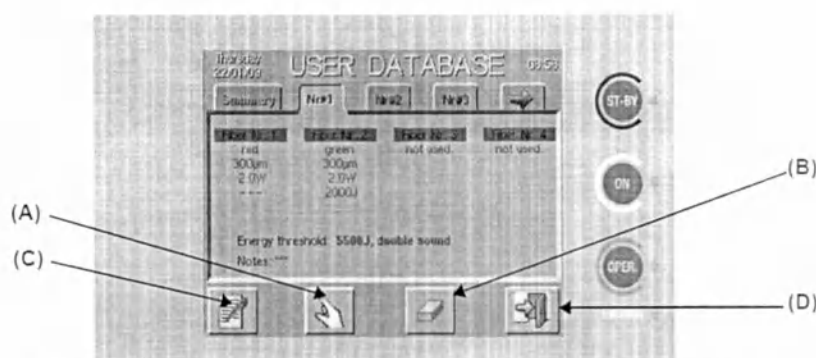

Рис. 22 – «USER DATABASE»: пример программы
Для вызова действующей программы нажмите на область, указанную (A) на Рис. 22: система откроет меню пользователя с параметрами, вызванными из выбранной программы.
Область, указанная **(В)** на Рис.22, позволяет удалить программу: в данном случае система запросит подтверждение действия.
Область, указанная **(D)** на Рис.22, позволяет вернуться в меню пользователя без вызова программы.
Система аппарата также позволяет вставлять примечания по процедурам, которые будут отображаться на вкладке программы: при нажатии на область, указанную **(C)** на Рис.22, выводится клавиатура, как показано на следующем рисунке:
Если примечания не были добавлены, рядом с полем «Примечание» выводится сообщение «*****», как показано на примере на Рис. 22.